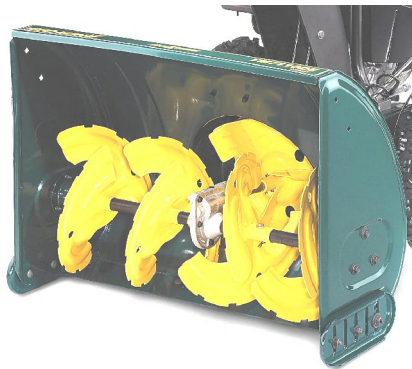

Рис. 7.
При отсутствии или недостаточном количестве смазки – заправлять в шарнир смазку типа Литол-24 (см. Рис. 7).
1. Отсоединить снегозаборник со шнеком в сборе от трансмиссии снегоуборщика, открутив винты крепления с тыльной стороны. **См. Рис. 7.**